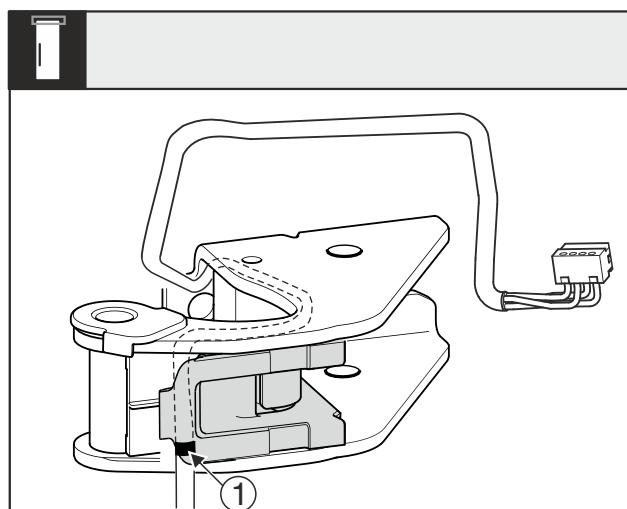

Fig. 27
► La marca central Fig. 27 (1) debe estar en el borde del portacables.